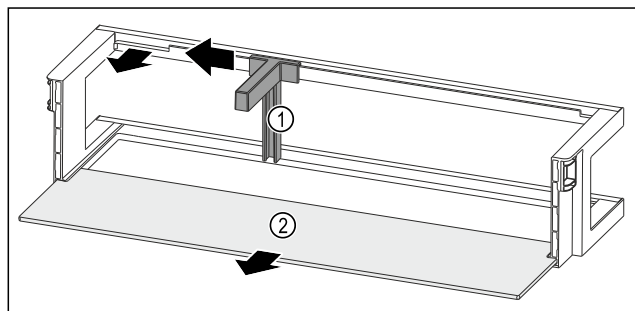

Fig. 86 Deurrek met flessenhouder en draagplateau
- ▶ Flessenhouder Fig. 86 (1) tot aan de uitsparing opzij schuiven.
- ▶ Flessenhouder Fig. 86 (1) verwijderen.
- ▶ Draagplateau Fig. 86 (2) verwijderen.